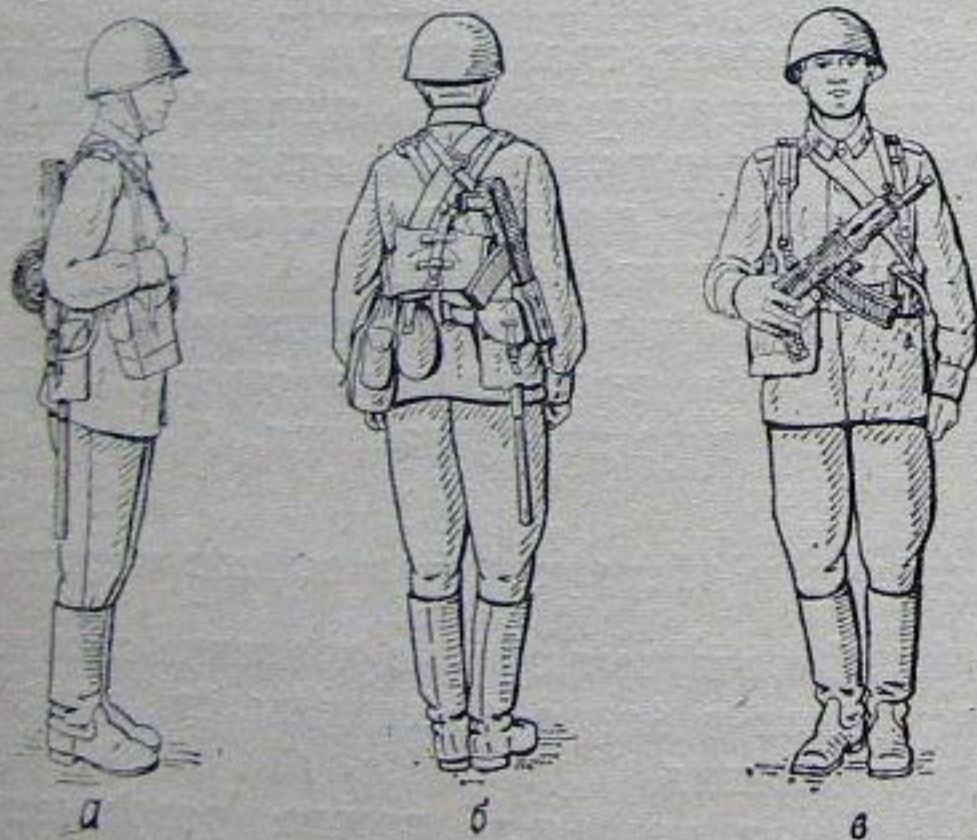

Рис. 42. Положение автомата:
51. При движении на занятия и на походе автомат переносится на ремне в положении «на ремень», «за спину», и «на грудь» (рис. 42). Ремень должен быть подогнан так, чтобы автомат не ударялся о твердые предметы снаряжения. Автомат переносится с присоединенным магазином и, как правило, со сложенным прикладом. Остальные магазины находятся в сумке. Во время перерывов между занятиями, а также на привалах автомат находится у автоматчика на ремне или в руках, а у гранатометчика в положении «на грудь» (рис. 43).